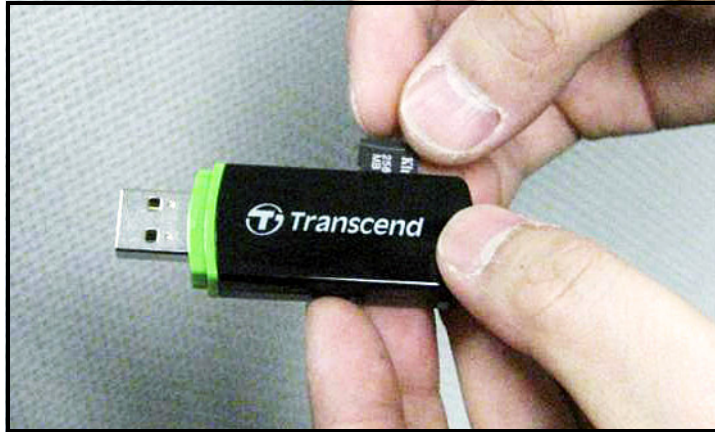

Figure 52: Steek de MicroSD-kaart in een kaartlezer
1. Steek de MicroSD-kaart in een kaartlezer (zie *Figure 52* hieronder)